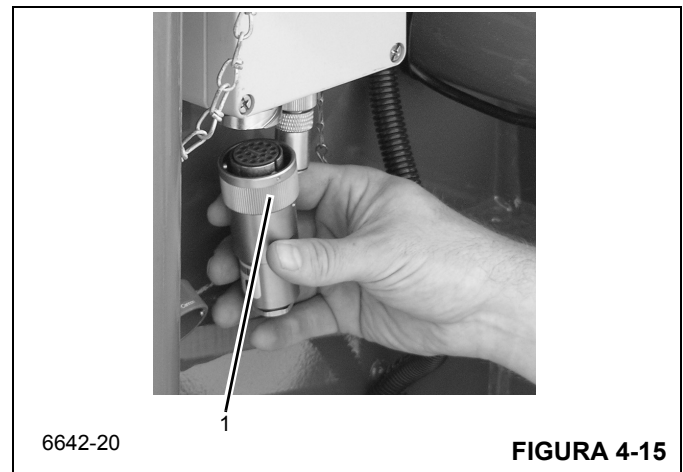

FIGURA 4-15
- b. Instale o plugue falso (1, Figura 4-15) na caixa de ligação.